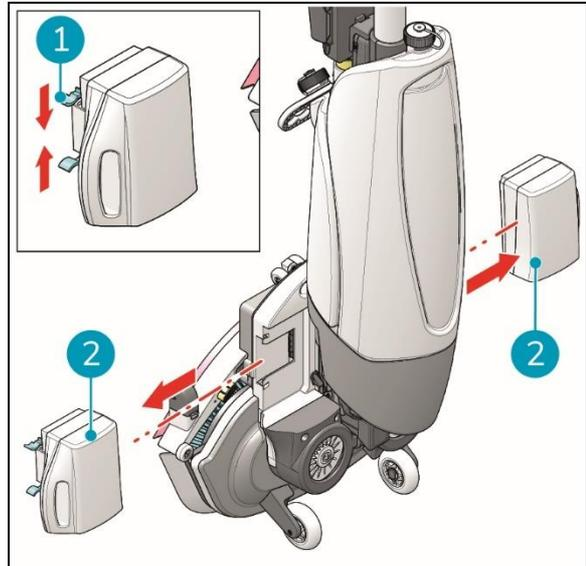

Figura 28
3. Premendo entrambi i perni di plastica verso l'interno (Figura 28, pos. 1), estrarre ciascun pacco batteria (Figura 28, pos. 2).